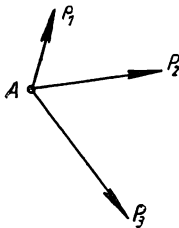

Bild 177
**312. a)** Wie werden drei in einem Punkte  $A$  angreifende Kräfte  $P_1, P_2, P_3$  (Bild 177) auf zeichnerischem Wege zu einer Mittelkraft zusammengesetzt? **b)** Welche Bedeutung hat die Reihenfolge der einzelnen Kräfte bei ihrer Zusammensetzung? **c)** Erkläre die Bezeichnungen „Kräftezug“ und „Krafteck“.